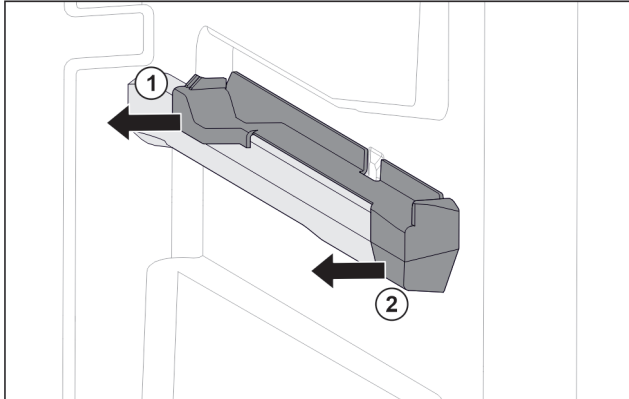

Fig. 114 Insteekelement op rechter containerrib
- ▶ Insteekelement achter naar de zijkant toe eraf trekken. Fig. 114 (1)
- ▶ Insteekelement voor naar de zijkant toe eraf trekken. Fig. 114 (2)